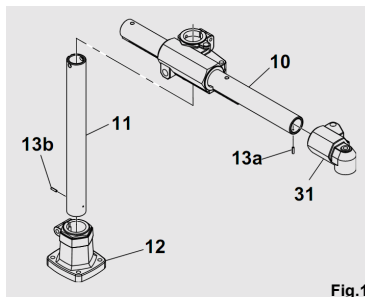
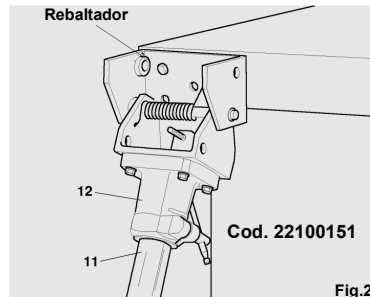

Fig.1
Fig.2
En el caso que el soporte fuese montado sobre un eventual "Rebaltador" (ver Fig.2), el sistema de seguridad **Elastic Pin System**, a través de un perno (13b) (ver Fig.1) impide que el tubo vertical (11) se desprenda de la base (12), aunque la manija no haya sido bloqueada.
Tal sistema de seguridad vale también para el tubo horizontal (10) (ver Fig.1), puesto que el enchufe (13a) permite a la pipa de no separarse del mismo tubo.